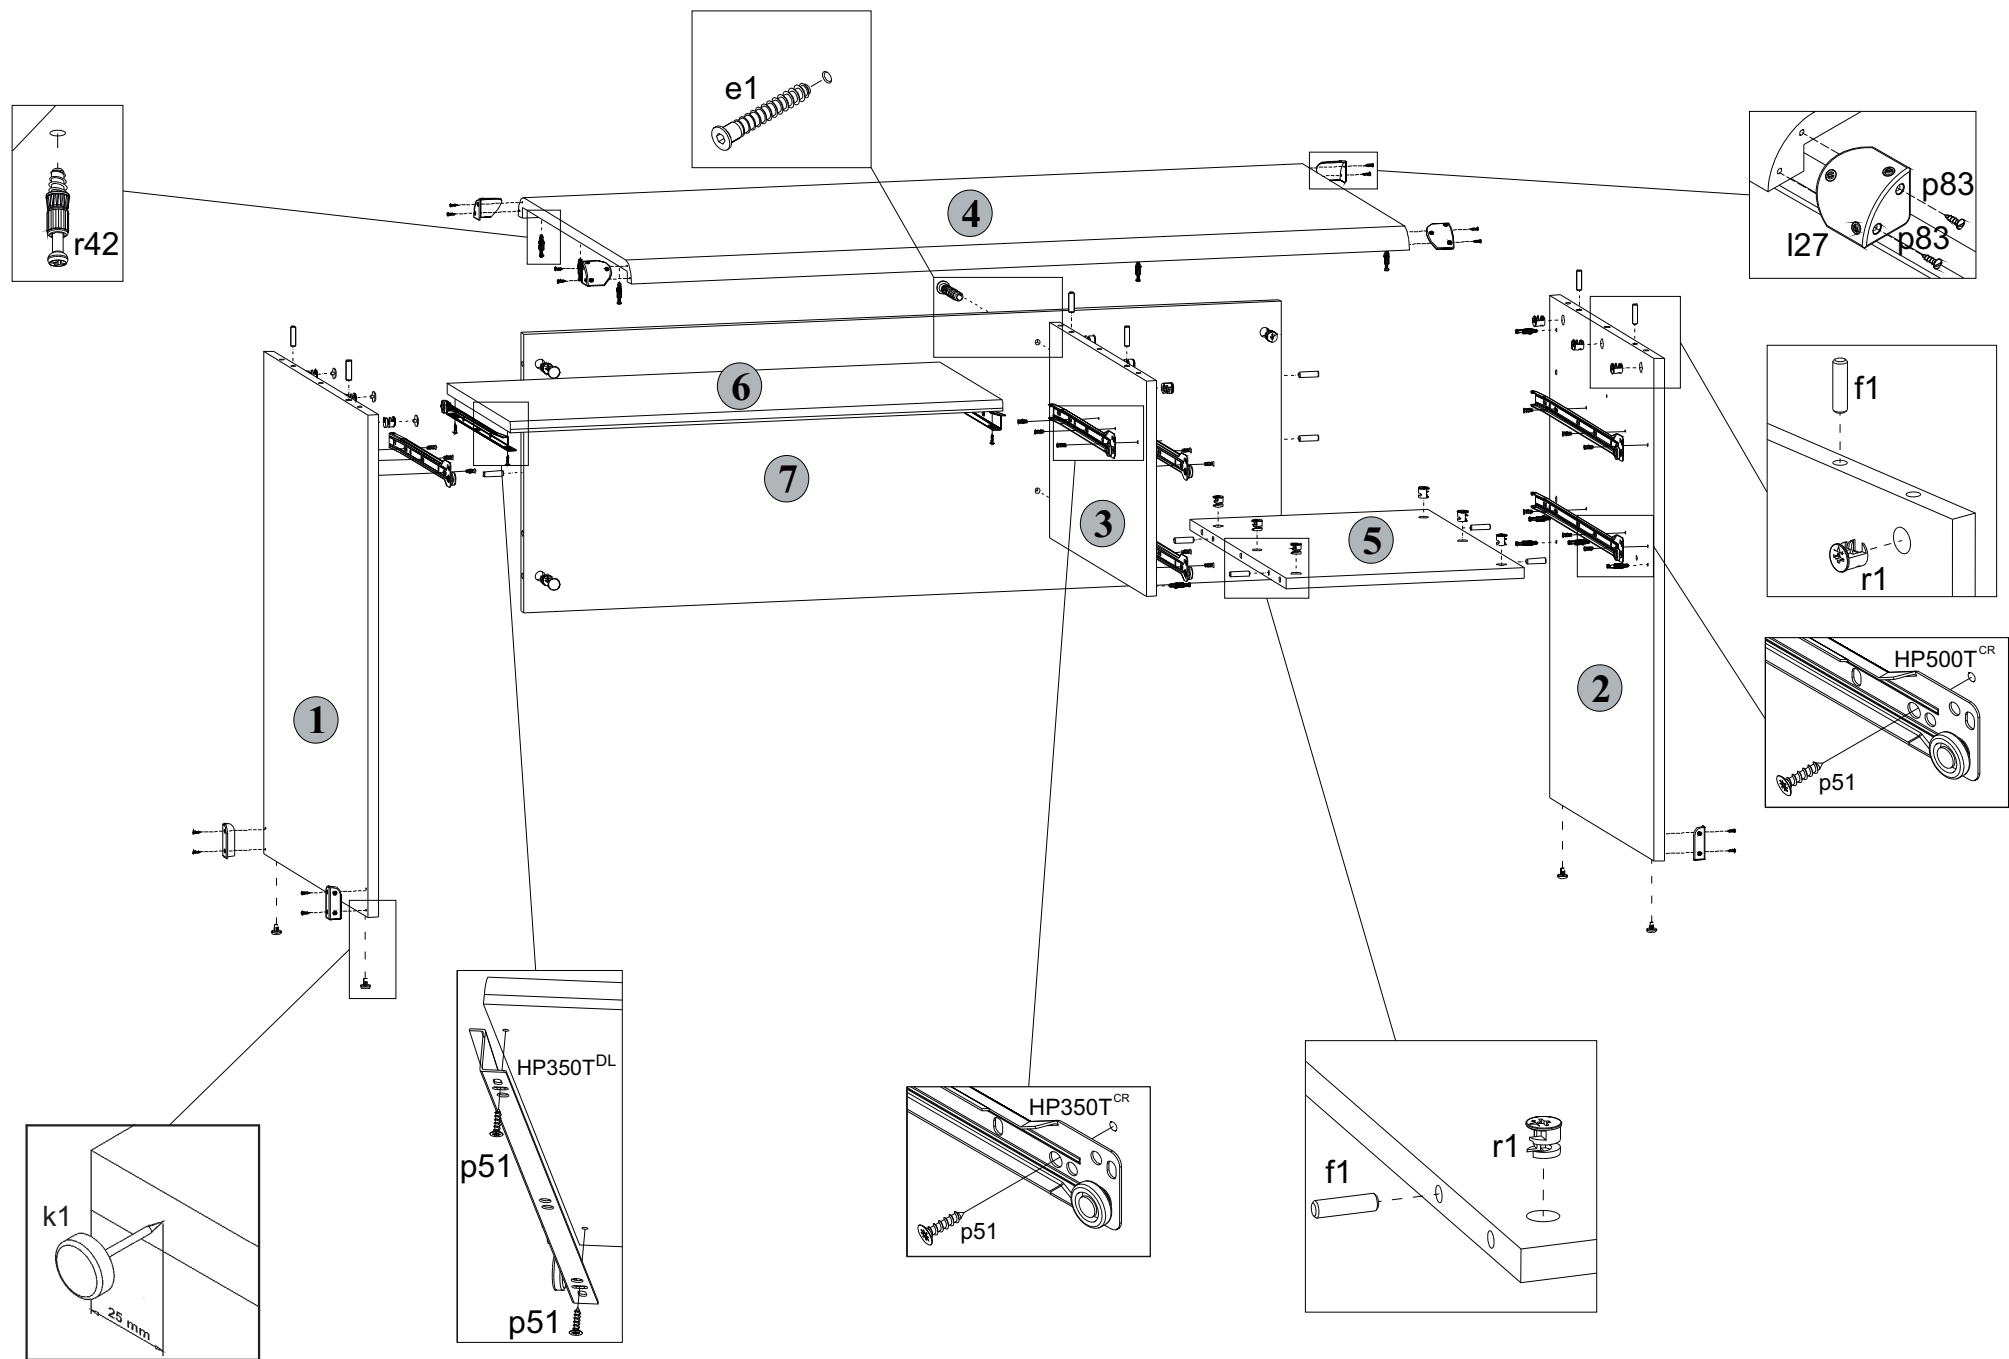

Рис. 2
5.6 На правой поверхности стенки боковой **1**, на правой поверхности стенки средней **3**, на левой поверхности стенки боковой **2**, на верхней поверхности полки соединительной **5** и на передней поверхности щита **7** в отверстия диаметром **15 мм** вставить стяжки эксцентриковые **г1** (см.рис. 2).
5.10 К щиту **7** присоединить детали **2** и **3**. Стянуть детали **2** и **7** стяжками эксцентриковыми **г1**, пользуясь специальным ключом **z1** из комплекта фурнитуры. Стянуть детали **3** и **7** конфирматами **е1**, пользуясь специальным ключом **z1** из комплекта фурнитуры. Закрыть головки конфирматов заглушками **s1** (см.рис. 2).
5.12 К стенкам боковым **1** и **2**, а также к стенке средней **3** присоединить щит верхний **4** и затянуть стяжки эксцентриковые **г1**, пользуясь специальным ключом **z1** из комплекта фурнитуры. Видимые стяжки эксцентриковые закрыть заглушками **s2** (см.рис. 2).
5.23 К полке выкатной **6** шурупами **p51** закрепить направляющие **HP350T^{DL}** и **HP350T^{DR}**, как показано на **рис. 2**.
5.2 В отверстия диаметром 8 мм на верхних краях стенок боковых 1 и 2, на верхней кромке стенки средней 3, на боковых краях щита 7, на боковых краях полки соединительной 5 вбить деревянные шканты f1 (см.рис. 2).
5.5 В отверстия диаметром 5 мм на нижней поверхности щита верхнего 4, на правой поверхности стенки средней 3 у нижней кромки и на левой поверхности стенки боковой 2 вкрутить винты стяжки r42, пользуясь крестообразной отверткой (см.рис. 2).